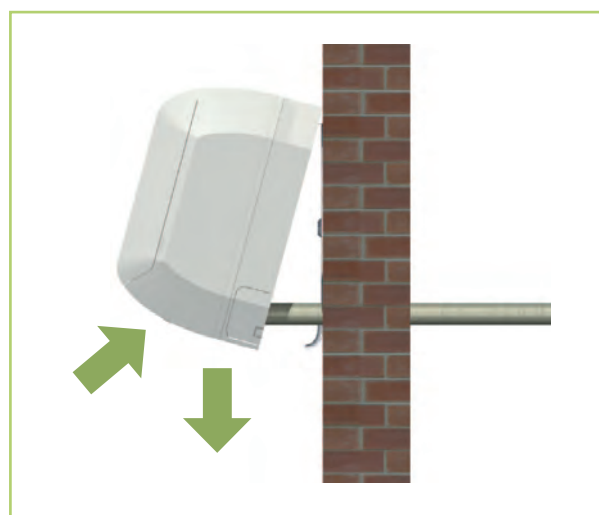

Abb. 21: Waagerechte Ausrichtung
5. Überprüfen Sie nochmals die waagerechte Ausrichtung des Gerätes. (Abb. 21)